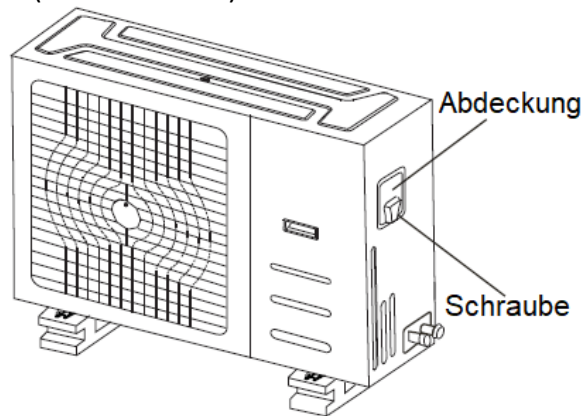

Fig. 8.1
2. Entfernen Sie die elektrische Abdeckung des Außengeräts. Wenn keine Abdeckung am Außengerät vorhanden ist, demontieren Sie die Bolzen der Wartungsplatine und entfernen Sie die Schutzplatine. (Siehe Abb. 8.1)